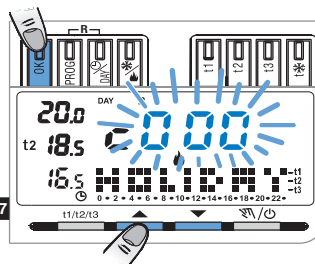

Fig.27
- Sul display apparirà: il giorno della settimana, il simbolo **c**, la scritta **HOLIDAY** (fissi) e le cifre **000** (lampeggianti) Fig.27.